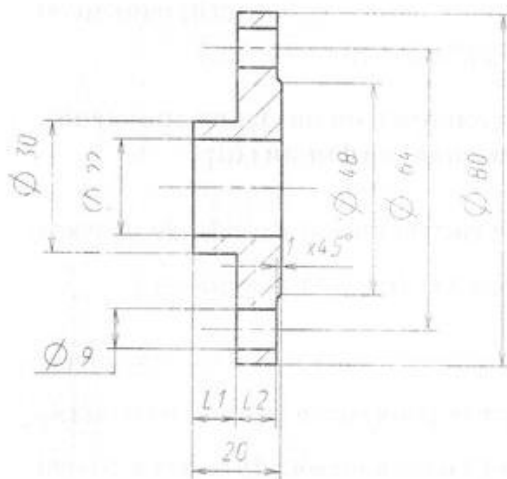

Рис. 2 Фланец.
4. Разработать параметризованную модель детали «Фланец» согласно эскизу рис. 2. Внешние переменные у фланца должны быть согласованы с параметрами вала: D_{otv} и N_{otv}